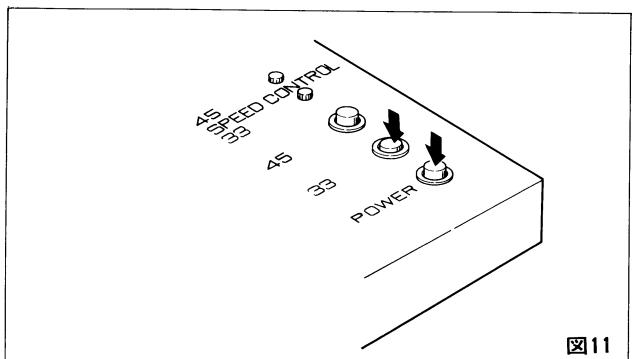
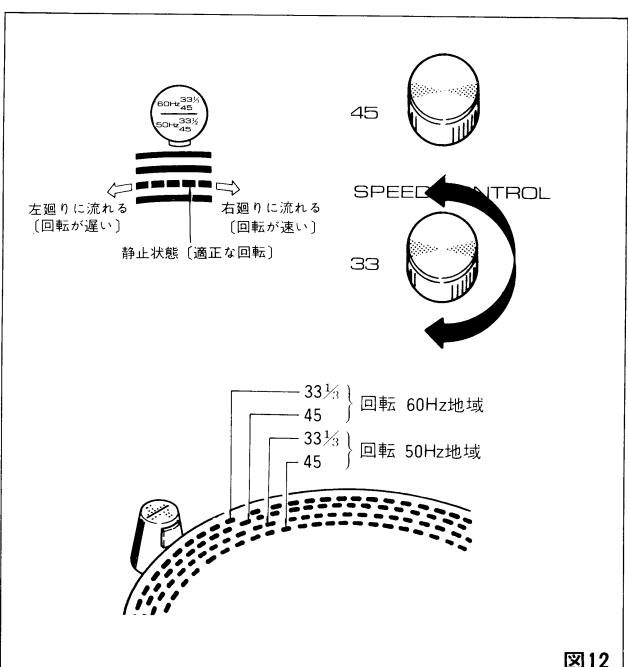
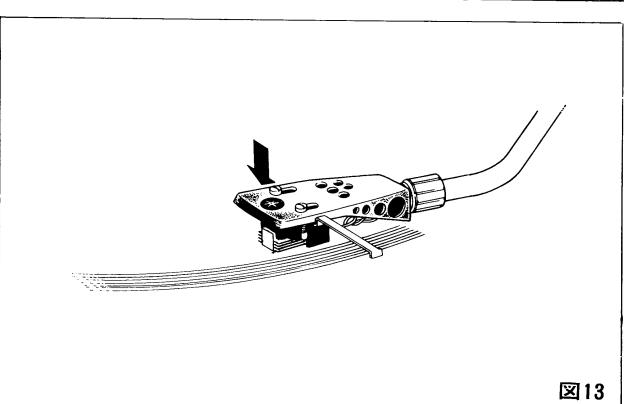

図11
図12
図13
- ①接続したオーディオアンプのファンクションスイッチをPHONOにします。
- ②演奏するレコードをターンテーブルに乗せます。レコードが45回転ドーナツ盤の場合は、EPアダプターをセンターシャフトへセットします。
- ③POWERスイッチボタンを押しますと電源が入り、ターンテーブルが回転を始めます。(図11)
- ④スピード切換ボタンをレコードの回転数に合わせます。(図11)このとき、ターンテーブルのストロボが流れているときは、SPEED CONTROLツマミを回してストロボが止まるように調整してください。ストロボは回転が速すぎる場合は右廻りに、遅すぎる場合は左廻りに流れます。(図12)
- ※ご使用になる地域の電源周波数によりストロボの縞目は図12のように異りますのでご注意ください。
- ⑤カートリッジの針カバーをはずし、ヘッドシェルの指かけを持ってトーンアームをアームレストから外し、レコードの上に持っていきます。
- ⑥アームリフターを下に倒しますとトーンアームが静かに盤面に下がり、レコード演奏が始まります。(図13)
- ⑦演奏終了時、または途中で演奏を中止する場合はアームリフターを上に持ち上げますと、針先がレコード盤面から離れますのでヘッドシェルの指かけを持ってトーンアームをアームレストまで戻してください。次にPOWERスイッチボタンを押し戻しますとモーターが停止します。